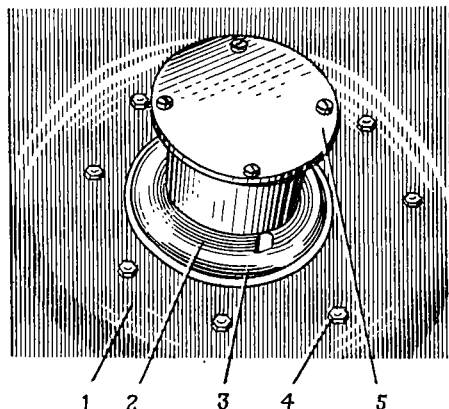
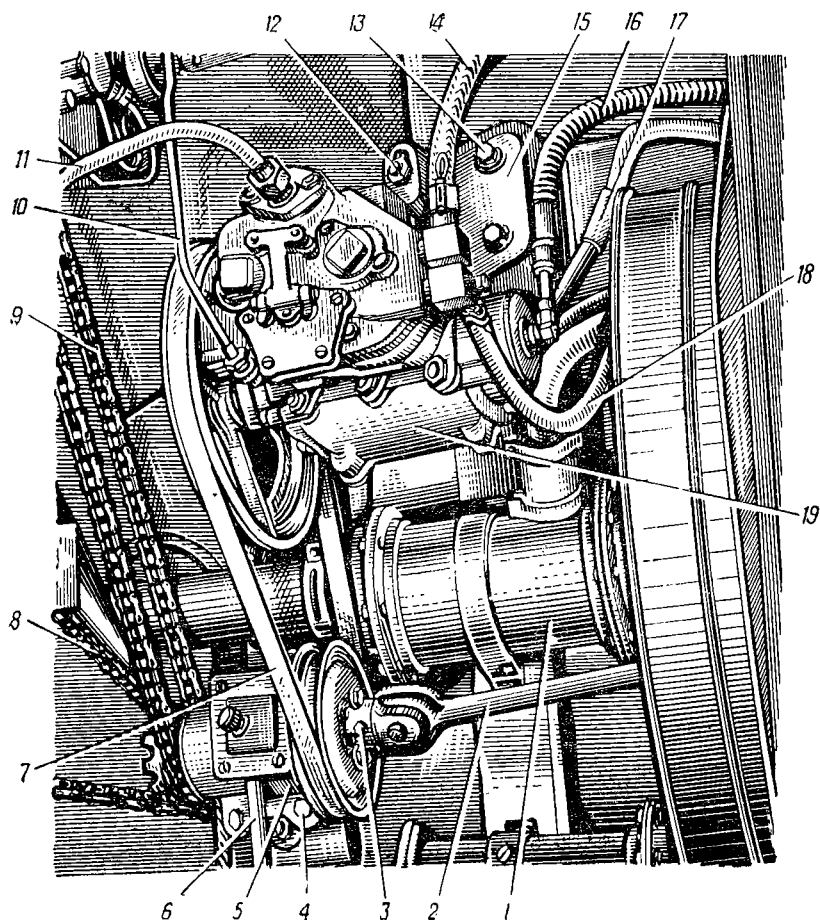

Рис. 82. Установка кабестана:
Рис. 83. Установка компрессора и механизма включения кабестана:
2. Отвернуть гайки болтов 4 (рис. 82) крепления кабестана 2 к крыше 1 передней части корпуса машины. Опустить кабестан вниз, снять цепь и вынуть кабестан в сборе из машины.
1. Проверить наличие и состояние резиновой прокладки 3 (рис. 82) кабестана 2. При необходимости покрыть прокладку клеем и установить на корпус кабестана.
2. Подать кабестан в сборе в машину и надеть цепь 8 (см. рис. 83) на звездочку кабестана и звездочку механизма 5. Установить кабестан на место и закрепить болтами 4 (рис. 82) с гайками и пружинными шайбами (см. технические требования, п. а).
2. Расшплинтовать, вынуть палец и отсоединить продольную тягу включения механизма от оси 6 (рис. 83) вилки включения кабестана. Отсоединить пружину от оси.
а) механизм включения кабестана должен быть установлен так, чтобы шкив механизма находился в одной плоскости со шкивом компрессора, а звездочки — со звездочками кабестана и редуктора механизма ручного запуска двигателя; отклонение звездочек допускается в пределах $\pm 0,5$ мм, шкивов — в пределах ± 1 мм; если отклонение свыше допустимого, ослабить болты 4 (рис. 83), сдвинуть механизм вперед или назад и закрепить болтами;
2. Ослабить хомуты гибких шлангов 14, 17 и 18 (рис. 83) и отсоединить от штуцеров и патрубка компрессора 19.
Технические требования на монтаж. Натяжение ремня *7* (рис. 83) должно быть таково, чтобы прогиб от усилия руки, приложенного к ремню в середине между шкивами механизма включения кабестана и компрессора, был не более *15 мм*. Натяжение ремня производить перемещением компрессора в сторону правого борта машины. Для перемещения необходимо ослабить гайки *12*, сдвинуть компрессор на необходимую величину и закрепить гайками.